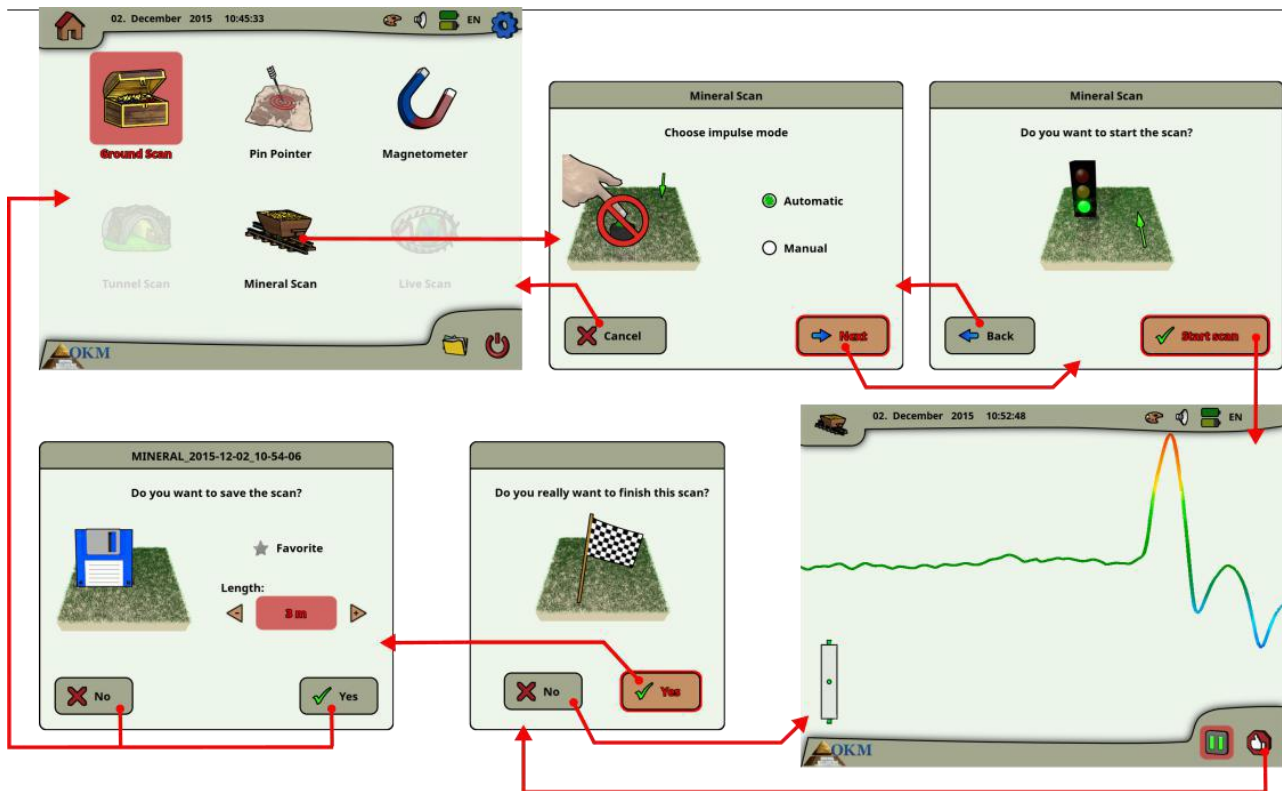

Figure 6.12: Flux de travail de l'analyse minérale
Après l'activation de ce mode de fonctionnement, vous avez la possibilité d'ajuster le réglage du mode d'impulsion. Dans la figure 6.12, vous pouvez voir le sous-menu correspondant.
- (3) Assembler l'eXp 6000 et attacher le Super Sensor.
- (4) Démarrez l'eXp 6000 et sélectionnez " Scan Mineral " dans le menu principal (voir Figure 6.12).
- (5) Sélectionnez Automatique ou Manuel pour le mode Impulse en fonction du terrain qui doit être prospecté. Le bouton de Poussez de commande multi-fonction.
- (6) Ensure that your Super Sensor remains the SAME height above the ground and that it remains vertical during the duration of the scan. Pour les zones de terrain cahoteux ou difficile de passer, pour assurer utiliser le Mode manuel. La tentative de maintenir la hauteur entre 5 cm et 10 cm (2 "à 5") au-dessus de la raison sans plus que 5 cm ± (2 ") le désaccord pendant le feuilletage pour recevoir une bonne mesure (changeant la hauteur du Capteur Super peut vous donner une lecture fausse).
- (7) La fenêtre de dialogue "voulez-vous commencer le feuilletage?" Apparaîtra. Click on "Start scan" to begin scanning. Le début l'avancement aussitôt que le bouton est poussé, ne s'attarde pas.
- (8) At the end of the scan push the multi-function control knob to stop your scan (be careful to not shake the Super Sensor when pushing the button to start or stop for it can have a negative effect on the scan).
- (9) La fenêtre de dialogue "voulez-vous sauver le feuilletage?" Apparaîtra. Choisissez "Oui" pour sauver le feuilletage et "Non" pour pas sauver le feuilletage.